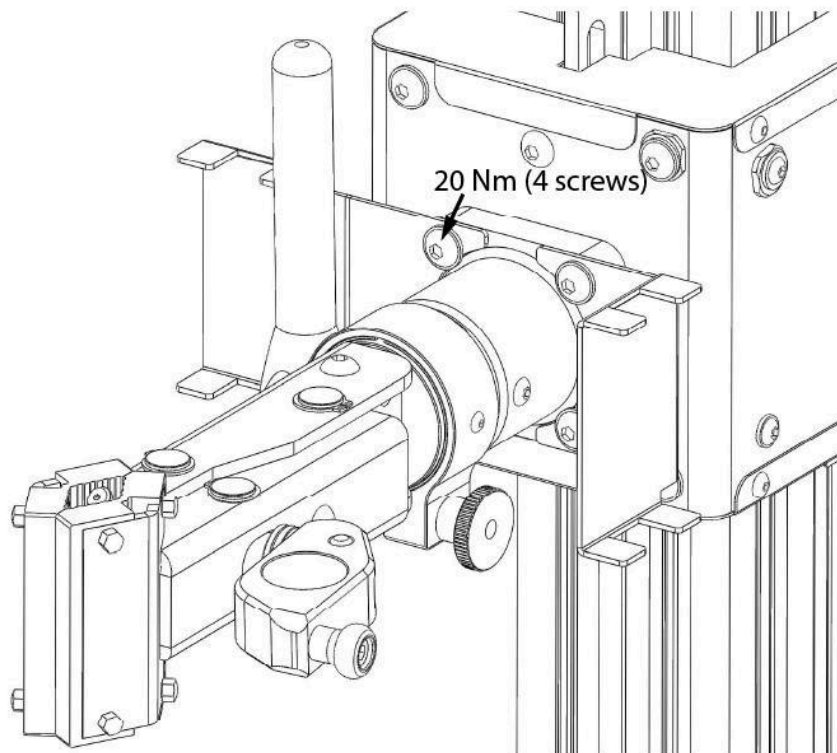

Abbildung 2: Einbaulage des Remote-Halters
3. Packen Sie den Hauptkarton aus und suchen Sie die Klemmbaugruppe (separater Karton). Es enthält zwei Remote-Halterungen, die auf beiden Seiten der Klemme montiert werden (siehe **Bild 2**). Setzen Sie die Fernbedienungshalterungen auf den Klemmhalter und montieren Sie die Baugruppe mit den vier mitgelieferten M8-Schrauben und Unterlegscheiben (**Hardwaretasche 1**) und einem 5-mm-Inbusschlüssel am Schlitten des Ständers. Ziehen Sie die Schrauben mit 20 Nm an.